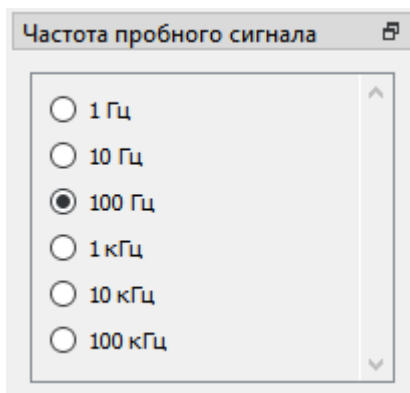

Рисунок 15. Выбор частоты пробного сигнала
- В блоке "Частота пробного сигнала" (рисунок 15) выбирается частота генерируемого на выходе измерительных щупов сигнала для снятия ВАХ.